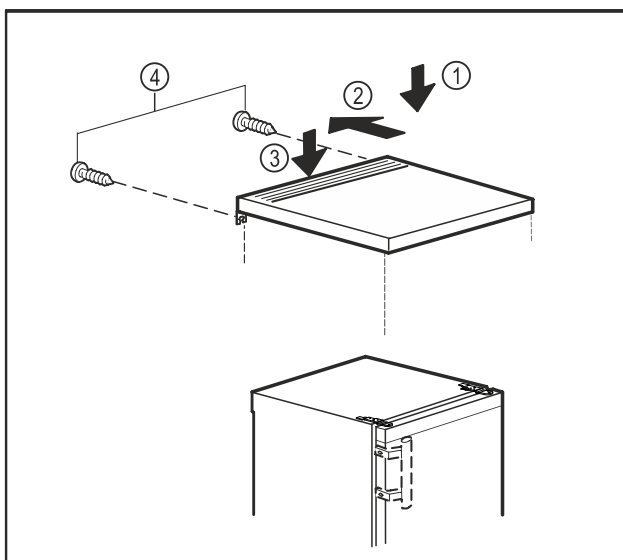

Fig. 19
- ▶ Поставете плота на масата върху уреда. Fig. 19 (1)
- ▶ Преместете плота на масата назад. Fig. 19 (2)
- ▶ Натиснете надолу плота на масата. Fig. 19 (3)
- ▶ Затегнете винтовете от задната страна. Fig. 19 (4)